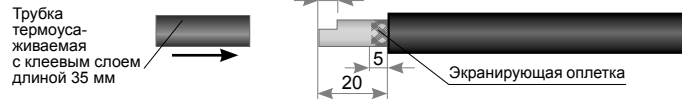

Рисунок 9
5.2.2. Срезать конец нагревательной ленты ступенькой. Надеть до экранирующей оплетки термоусаживаемую трубку с клеевым слоем длиной 35 мм (см. рис. 9).